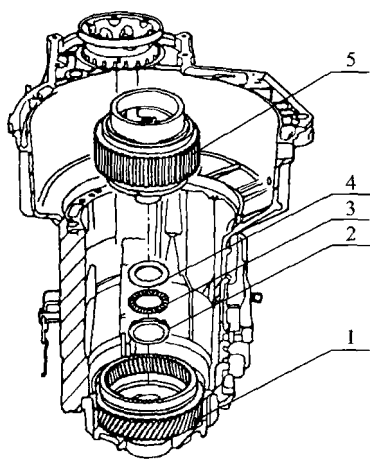

图 5-26 安装带垫圈的推力滚针轴承和行星架
(2) 将带垫圈的推力滚针轴承和行星架装入主动齿轮(齿圈),如图 5-26 所示。